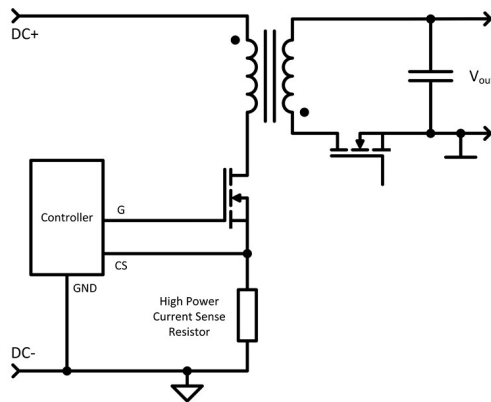
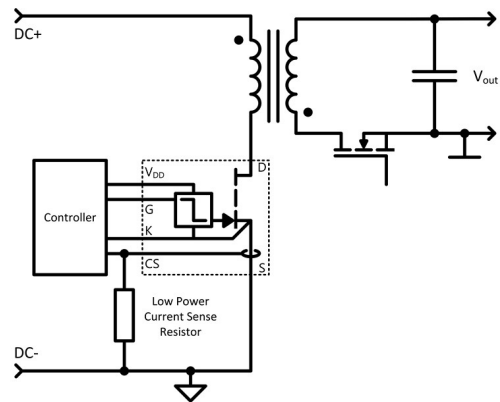

图2——传统“外部”CS电阻
图3——ICEGaN™集成CS功能
在这些应用中，通常使用一个“外部”电流感测 (CS) 电阻与功率开关晶体管的源极串联。相比之下，集成 ICEGaN™ CS 功能可使源极与 0V 主系统保持连接。参见下图 图 2 和 图 3。